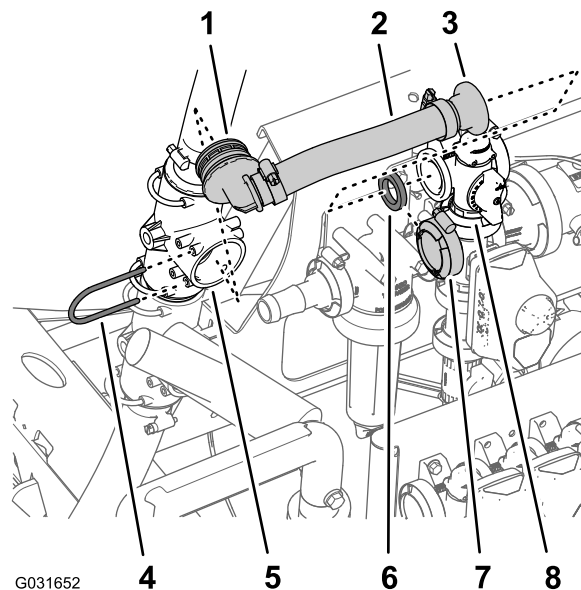

Figura 217
1. Retire o retentor que prende a união estriada a 90° para a tubagem da distribuição à união em T superior e retire a união a 90° da união em T (Figura 217).
2. Retire o grampo flangeado que prende a união flangeada reta e a junta à flange da válvula de agitação e retire a tubagem de distribuição da máquina (Figura 217).